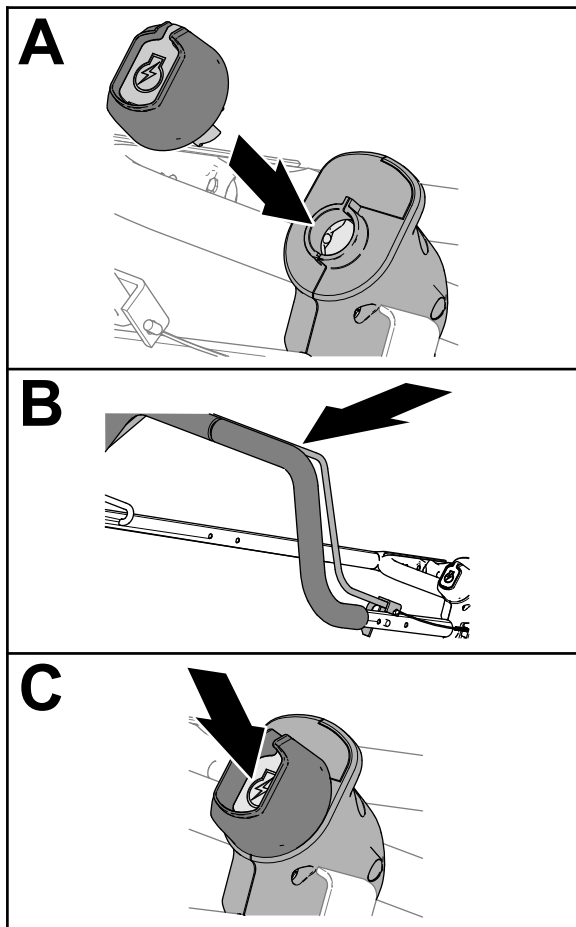

Figura 16
1. Insira a chave de arranque elétrico no interruptor de arranque elétrico (Figura 16).
2. Agarre na pega e no manípulo de presença do operador e feche o manípulo contra a pega (Figura 16).